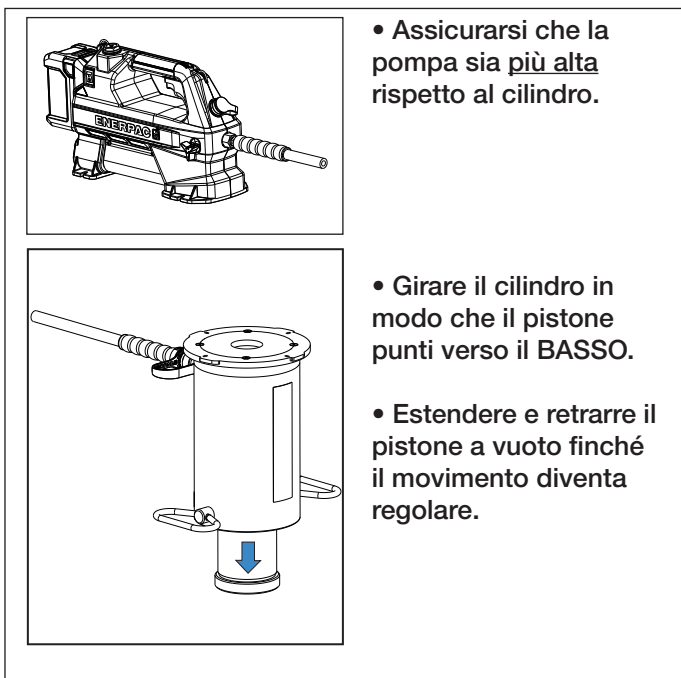

Figura 5: Scarico dell'aria
2. Avviare la pompa ed eseguire svariati cicli di estensione e retrazione del cilindro. Effettuare queste operazioni con il pistone del cilindro che punta verso il BASSO e con la pompa posizionata più in alto rispetto al cilindro o all'attrezzo stesso. Vedere la Figura 5.